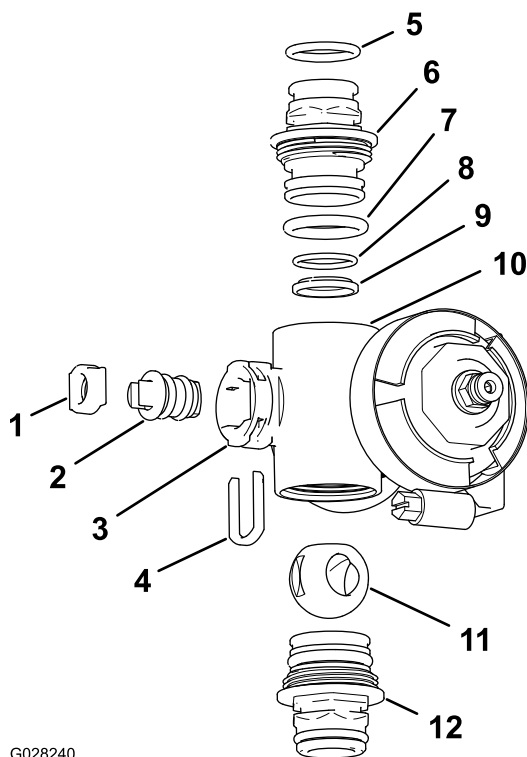

Bild 73
2. Nehmen Sie das Anschlussstück mit den zwei Endkappen von jedem Ende des Verteilergehäuses ab (Bild 72 und Bild 73).
4. Nehmen Sie den Schafthalter aus den Schlitzen im Schaftanschluss im Verteiler heraus (Bild 72 und Bild 73).
5. Nehmen Sie den Schafthalter und den Ventilschaftsocket aus dem Verteiler heraus (Bild 72 und Bild 73).
6. Fassen Sie in das Verteilergehäuse und nehmen Sie den Ventilschaft heraus (Bild 72 und Bild 73).
1. Überprüfen Sie den Zustand der O-Ringe des Auslaufanschlusstücks (nur Abschnittsventilverteiler), der Endkappen-O-Ringe, der hinteren O-Ringe und den Kugelsocket auf Beschädigungen oder Abnutzung (Bild 72 und Bild 73).
2. Fetten Sie den Ventilschaft ein und setzen ihn in den Ventilschaftsocket (Bild 72 und Bild 73) ein.
3. Setzen Sie den Ventilschaft und den Socket in den Verteiler und befestigen Sie den Schaft und den Socket mit dem Schafthalter (Bild 72 und Bild 73).
4. Stellen Sie sicher, dass die hinteren O-Ringe und der Kugelsocket ausgefluchtet sind und im Endkappen-Anschlusstück sitzen (Bild 72 und Bild 73).
5. Bringen Sie das Endkappen-Anschlusstück am Verteilergehäuse an, bis der Flansch des Endkappen-Anschlusstücks das Verteilergehäuse berührt (Bild 72 und Bild 73), drehen Sie das Endkappen-Anschlusstück dann um eine weitere Achtel- oder Viertelumdrehung und ziehen es bis auf 2,26-2,82 N·m an.